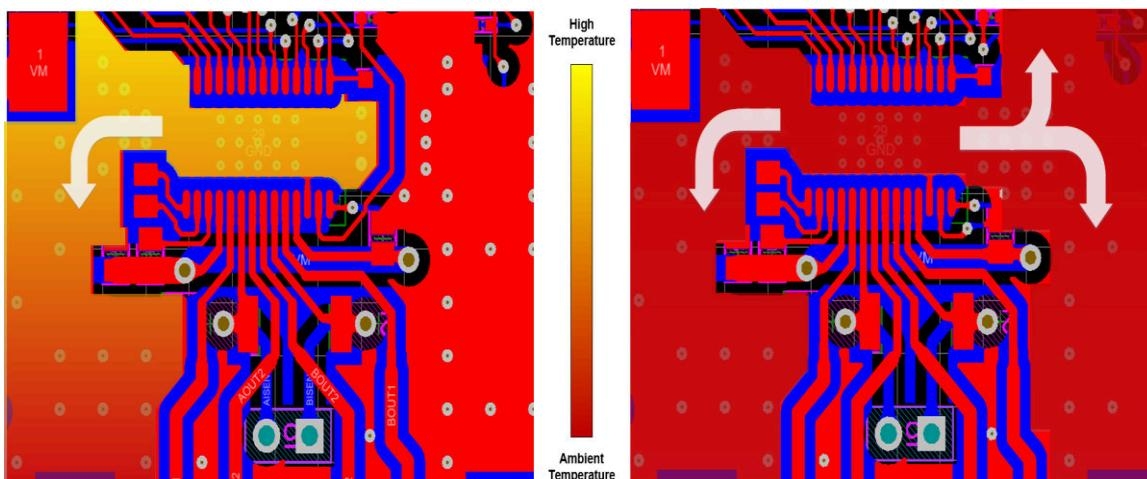

図 7-8. くびれたグランドプレーンと連続的なグランドプレーンの温度分布の比較
- システム／基板全体に対して、大きく途切れのない単一のグラウンドプレーンを使用するようにしてください。グランドプレーンは PCB の下層に作成できます。図 7-8 に、ドライバの下のグランドプレーンが連続的である場合に対して、くびれれている場合に温度が上昇する例を示します。